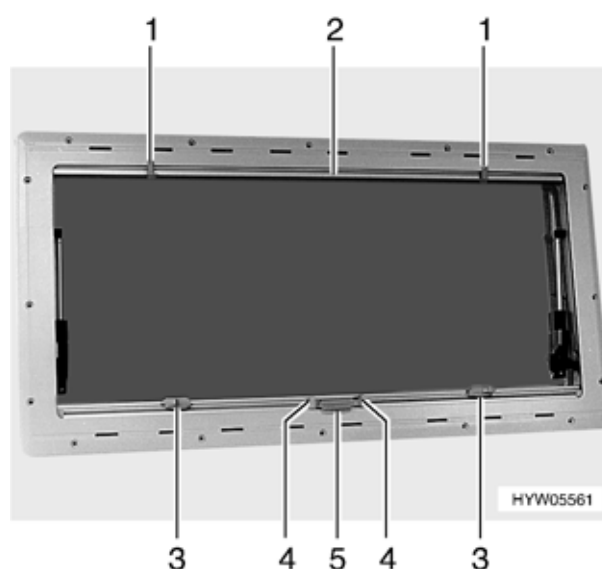

Fig. 50 Finestra apribile (variante 3)
- Serrare la maniglia (Fig. 50,4) e tirare l'oscurante a rullo (Fig. 50,5) dal basso verso all'alto e rilasciarlo nella posizione desiderata. L'oscurante a rullo rimane in questa posizione.
- Serrare la maniglia (Fig. 50,4). L'arresto si sblocca.
- Afferrare la zanzariera a rullo (Fig. 50,2) per la parte centrale della barra di presa e tirarla sino a che non viene a contatto con l'oscurante a rullo (Fig. 50,5), innestando il gancio (Fig. 50,1) nel bloccaggio (Fig. 50,3).
- Aprire contemporaneamente entrambi i bloccaggi (Fig. 50,1).